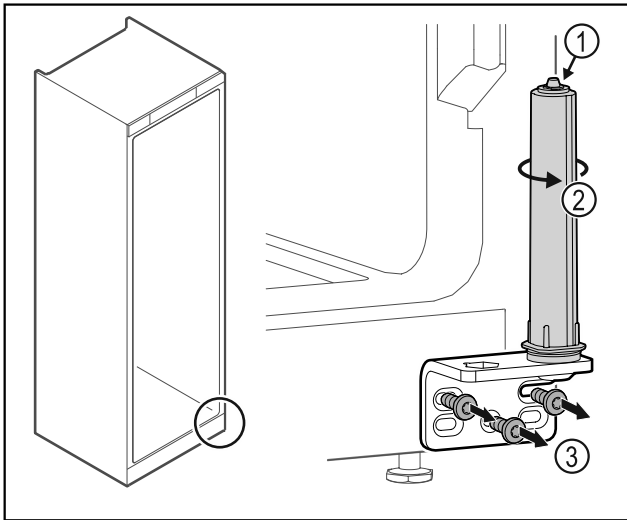

Fig. 39
- ▶ Μην αποσυναρμολογείτε το σύστημα κλεισίματος πόρτας Fig. 39 (1).
- ▶ Περιστρέψτε το σύστημα κλεισίματος Fig. 39 (2), μέχρι να κάνει κλικ.
- ▶ Ξεβιδώστε τη γωνία μεντεσέ Fig. 39 (3).